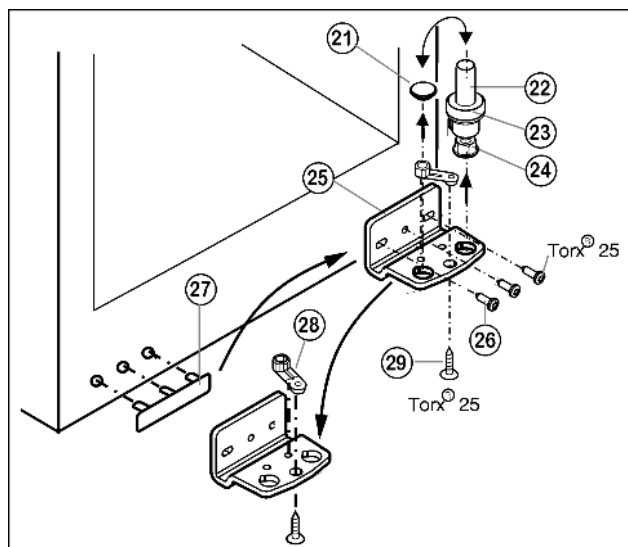

Fig. 5
- ▶ Trzpień zawiasu Fig. 5 (22) kompletny, z podkładką Fig. 5 (23) i nóżką Fig. 5 (24), wyciągnąć do góry.
- ▶ Unieść zatyczki Fig. 5 (21).
- ▶ Odkręcić Fig. 5 (25) płytkę zawiasu Fig. 5 (26).
- ▶ Odkręcić element zawiasu Fig. 5 (28), przełożyć do przeciwległego otworu zawiasu i tam dokręcić.
- ▶ Zdjąć i przełożyć osłonkę po stronie uchwytu Fig. 5 (27) na przeciwną stronę.
- ▶ Przykręcić mocnopłytkę zawiasu Fig. 5 (25) na nowej stronie (**z siłą 4 Nm**), w razie potrzeby za pomocą wkrętarki akumulatorowej.
- ▶ Zatyczki Fig. 5 (21) ponownie włożyć do innego otworu.
- ▶ Trzpień zawiasu Fig. 5 (22) kompletny, z podkładką i nóżką włożyć ponownie. Przy tym zwrócić uwagę, by krzywka zatrzaskowa wskazywała do tyłu.